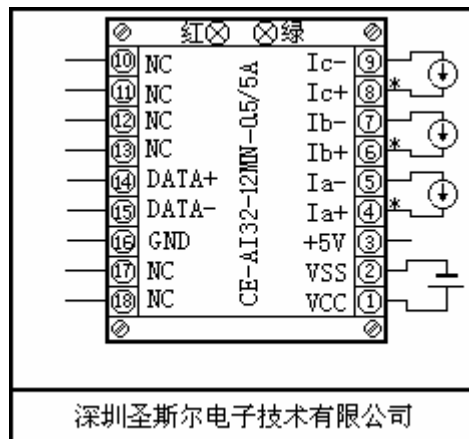

图 3.4.5 N 型三路电流输入接线参考图
3.4.4.2、N 型单路产品接线参考图见 3.4.4；两路输入为 A、C 路,图略；三路见图 3.4.5。